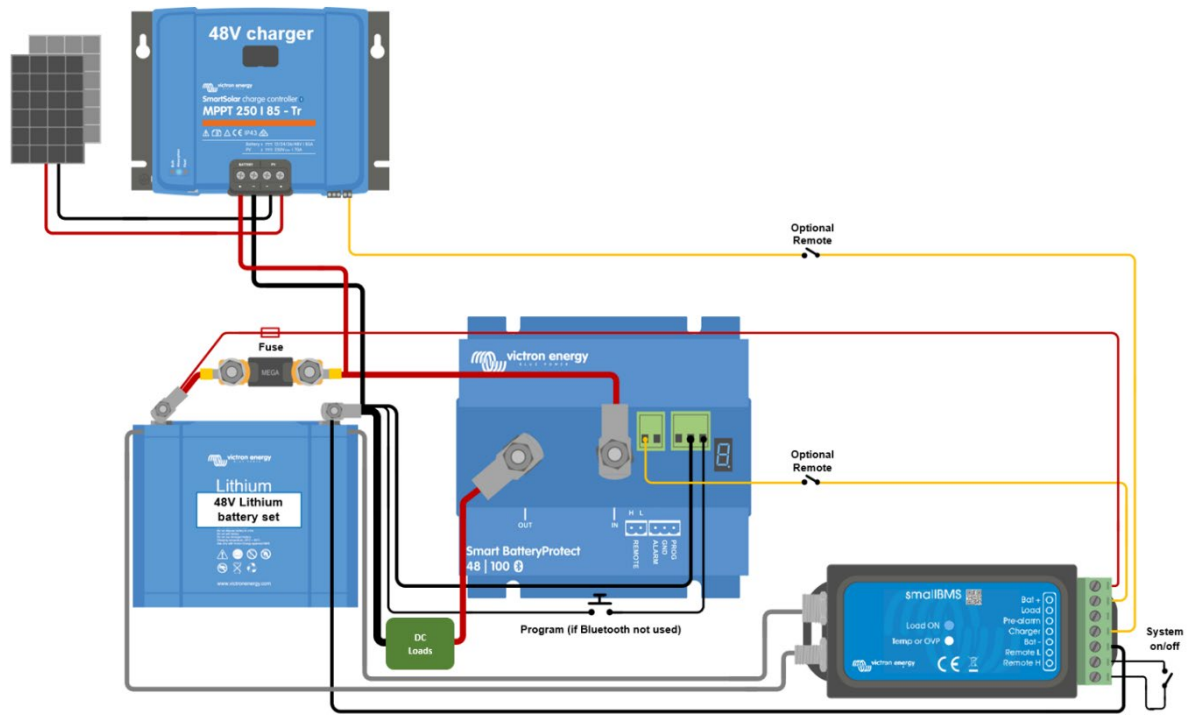

Bild 4: DC-solcellssystem med litiumjonbatteri (tillämpligt med Ve.Bus BMS eller smallBMS)
- I litiumjonläge uppstår en död period på 30 sekunder efter att fjärringången på SBP har blivit fritt flytande. Se anmärkningarna under bild 4 för en detaljerad beskrivning.